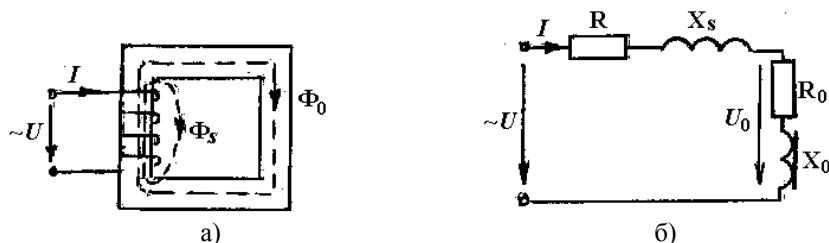

Рис. 6.4
6.4.1. При напряжении 200 В с частотой 50 Гц на зажимах дросселя (рис. 6.4, а) ток в обмотке равен 5 А, а потребляемая мощность 300 Вт. Число витков обмотки дросселя 600, ее активное сопротивление  $R = 6$  Ом.
Определить параметры всех элементов последовательной схемы замещения дросселя (рис. 6.4, б).
Обмотка с числом витков  $w$  и активным сопротивлением  $R$  размещена на сердечнике из электрической стали 1512 (рис. 6.4, а). По данным табл. 6.1. определить величину, указанную в крайнем правом столбце таблицы, если обмотка присоединена к переменному напряжению  $U = 120$  В, частота  $f = 50$  Гц. Магнитным потоком рассеяния можно пренебречь,  $P_m$  – потери энергии в проводах обмотки:  $P_m = RI^2$ .